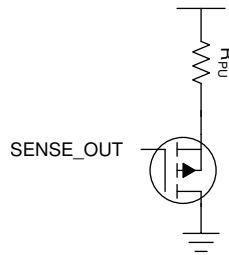

图 7-7. PG 引脚上拉至另一电源轨的其他元件
由于电源正常 (PG) 引脚在内部上拉至输出轨，因此该引脚不能像典型开漏 PG 输出那样上拉至任何外部电压。如果必须将该信号上拉至另一个逻辑电平，则可以使用 PMOS 晶体管和上拉电阻器实施外部电路。实施图 7-7 所示的电路可将输出上拉至任何逻辑轨。如果使用 PMOS 晶体管，请务必选择具有低阈值电压的晶体管，因为这决定了输出低电压。这也可以使用 NMOS 晶体管来完成，但 NMOS 晶体管会反转逻辑。此实现还允许使用外部上拉电源轨。